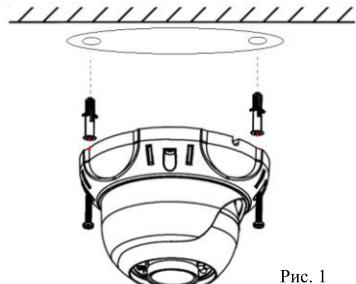

Рис. 1
- Просверлите два отверстия в соответствии с монтажным шаблоном, затем при помощи шурупов и дюбелей закрепите камеры в подготовленные отверстия (см. рис.1).